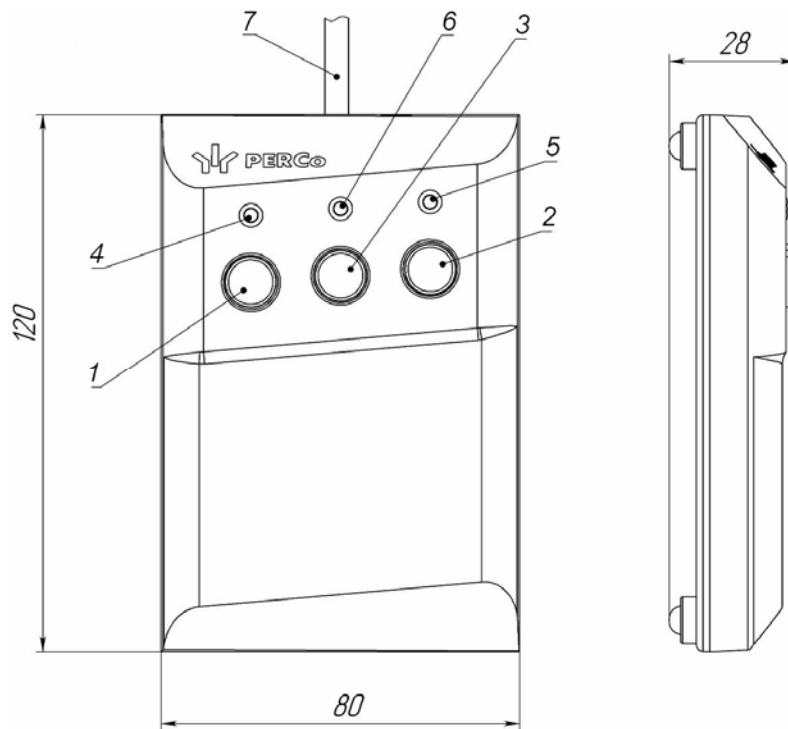
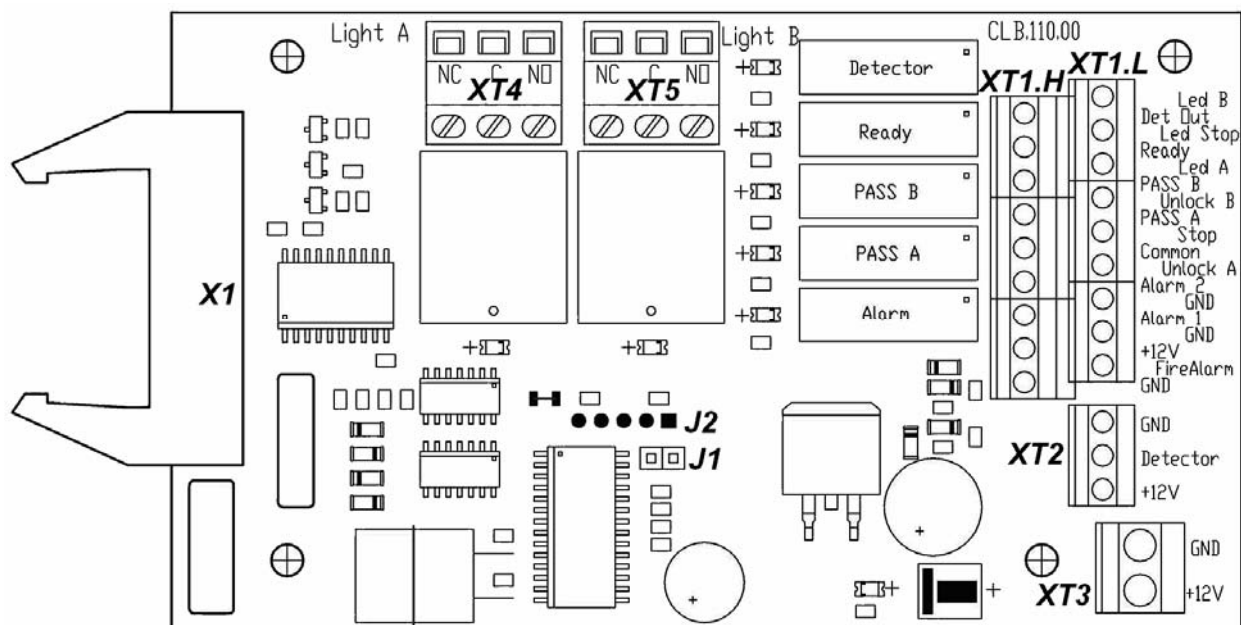

Рисунок 4. Общий вид и габаритные размеры ПДУ
Рисунок 5. Внешний вид платы управления
ПДУ (14) выполнен в виде небольшого настольного прибора в корпусе из ударопрочного АБС-пластика и предназначен для задания и индикации режимов работы при ручном управлении турникетом. ПДУ подключается к плате управления гибким многожильным кабелем (15) через клеммную колодку **XT1.L** (см. рис. 5). Общий вид ПДУ показан на рис. 4.
На лицевой панели ПДУ расположены три кнопки для задания режимов работы турникета. Над кнопками расположены световые индикаторы. В корпусе ПДУ установлен зуммер для звуковой индикации. Средняя кнопка **STOP** предназначена для переключения турникета в режим «*Запрет прохода*». Левая и правая кнопки **LEFT**, **RIGHT** предназначены для разблокировки турникета в выбранном направлении. Изменить ориентацию ПДУ относительно установки стойки турникета (если на месте установки стойка обращена к оператору не лицевой, а тыльной стороной) можно, поменяв местами провода от ПДУ, подключаемые на контакты *Unlock A* и *Unlock B* а также *Led A* и *Led B* соответственно (см. рис. 5 и рис. 12).
На плате управления (см. рис. 5) расположены:
Выбор режима управления осуществляется снятием / установкой перемычки на разъем **J1** платы управления. Расположение разъема **J1** показано на рис. 5. При поставке перемычка установлена, что соответствует импульсному режиму управления турникетом. Для перехода в потенциальный режим управления снимите перемычку. Изменение режима управления произойдет после включения турникета.
Подключение устройства *Fire Alarm* производится к клеммной колодке **XT1.L** платы управления согласно схеме электрических соединений (см. рис. 12 и рис. 5).
Факт подачи напряжения на обмотку реле можно определить по загоранию соответствующего красного светодиода, установленного на плате управления вблизи соответствующего реле (см. рис. 5).